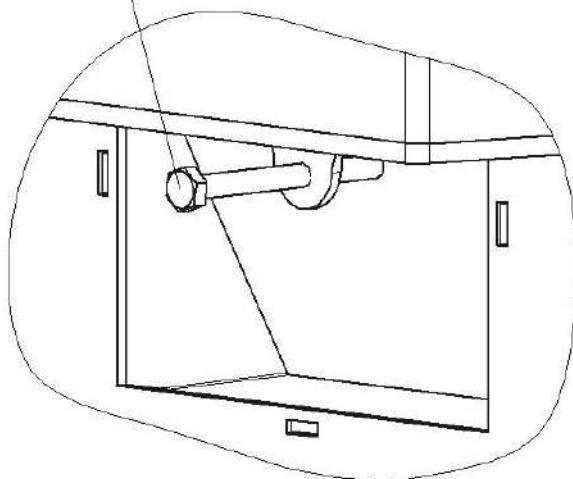

Рисунок 13
7.1.2 Коли розпалювальний матеріал розгориться почати завантаження палива через завантажувальні дверцята. Для запобігання спікання вугілля рекомендується спочатку нагріти воду у котлі до температури приблизно 60°C, використовуючи у якості палива дрова, після чого почати завантаження вугілля. Розмір окремих фракцій вугілля повинен складати не менше 25 мм. Поступово й рівномірно завантажити вугілля в кількості, достатній для утворення шару висотою приблизно 150 мм, після чого завантаження припинити на термін 15-20 хвилин для займання палива. Після завантаження, закрити завантажувальні дверцята, заслінку поз. 10 на шурувальних дверцятах відкрити за допомогою внутрішнього болта (рисунок 13).